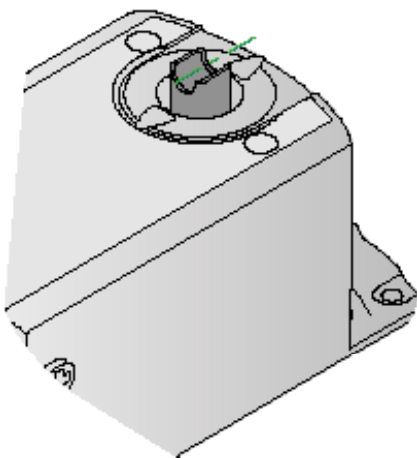

Abb. 14. Der Ausschnitt in der Klappenwelle zeigt die Stellung der Klappe an.
- Achtung! Stellung von Klappenblatt und Sicherungsplatte, siehe Abb. 14 und 15.